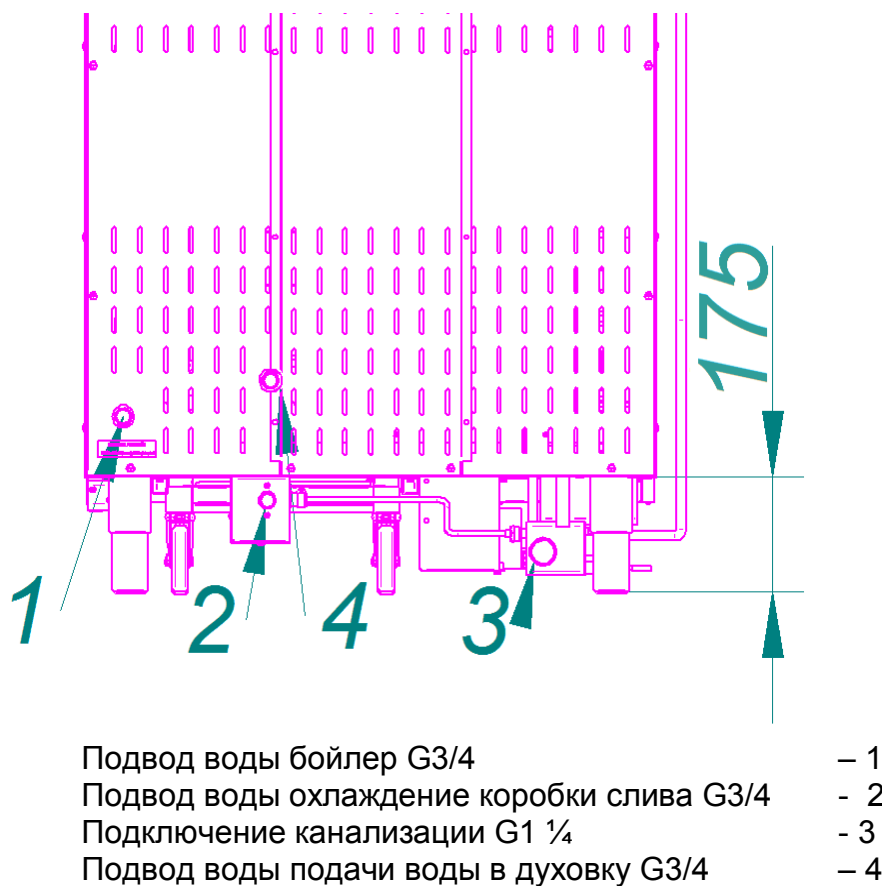

Рис. 4. Подключение пароконвектомата к системе водоснабжения
Необходимо следить за тем, чтобы пароконвектомат был установлен в горизонтальном положении (для этого предусмотрены регулировочные ножки). Проем от пола до пароконвектомата должен быть 175мм. (см. рис. 4).
- G3/4 (см. рис. 4 поз. 1 (наружная резьба)). Подключать только через водоумягчительную установку. Рекомендуется установить BRITA PURITY C300 Quell ST.
- G3/4" (см. рис. 4 поз. 2 (наружная резьба)). Допускается подключать к неподготовленной воде.
- G3/4" (см. рис. 4 поз. 4 (наружная резьба)). Допускается подключать к неподготовленной воде.
- подключите пароконвектомат к системе канализации используя шланг, входящий в комплект поставки - подключение через штуцер с резьбой G1¼" рис. 4 поз. 3.